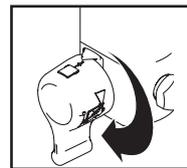

Fig. 15
9. Rotiți supapa de amorsare în jos în poziția DRAIN (golire). (Fig. 15)